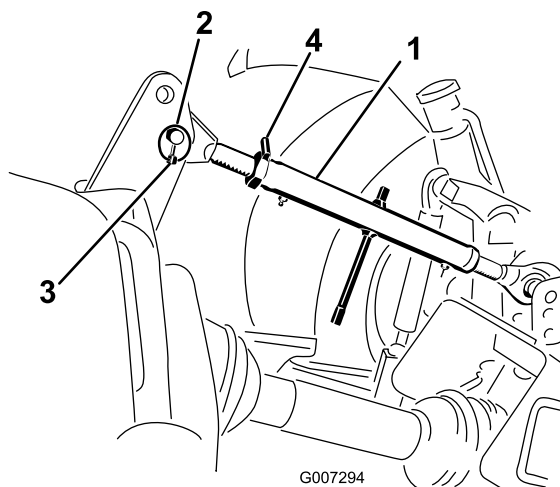

Figura 8
1. Ligue a articulação superior ao orifício inferior no suporte e prenda-a com o pino de articulação e o pino de sujeição (Figura 8).
3. Rode o dispositivo superior para apertar a articulação. Ajuste até que a estrutura na frente da máquina esteja na vertical (Figura 8).